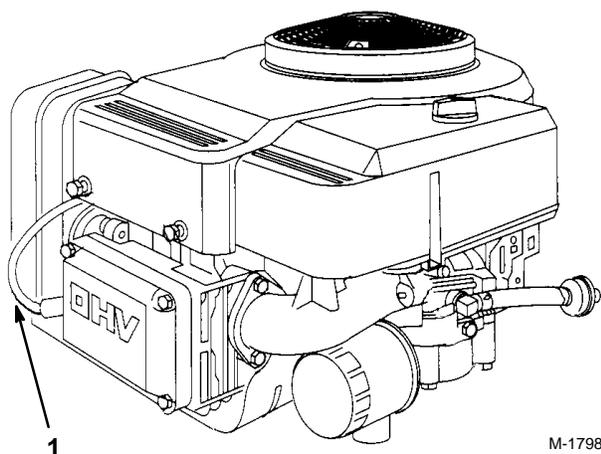

Abbildung 22
3. Das Kabel von der Zündkerze abziehen (Abb. 22). Dann den Bereich um die Zündkerze herum reinigen, um zu verhindern, daß Schmutz in den Motor fällt und möglicherweise Schäden verursacht.
3. Das Kabel an der Zündkerze anbringen (Abb. 22).